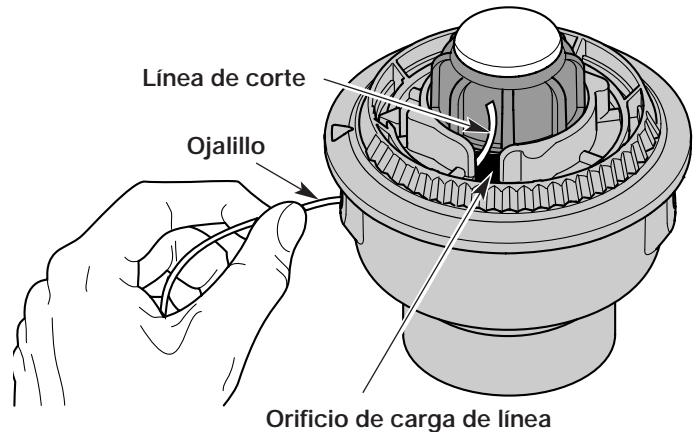

Fig. 47
3. Saque la línea vieja por los orificios de carga y de cierre de línea (Fig. 47 y 48).
4. Inserte una pieza de línea de corte dentro de uno de los ojallillos de la bobina exterior. Páselo hacia arriba a través del orificio de carga del carrete interior (Fig. 47). No doble la línea al insertarla en el ojallillo.